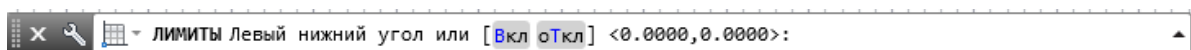
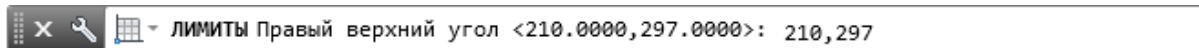

Рисунок 3 – Ввод команды "Лимиты"
Рисунок 4 – Задание параметры листа (210x297 мм)
3.2 После открытия программы AutoCAD 2016 настраиваем форматы листа. В командной строке вводим команду "Лимиты" (рисунок 3) и задаем параметры листа A4 (рисунок 4).